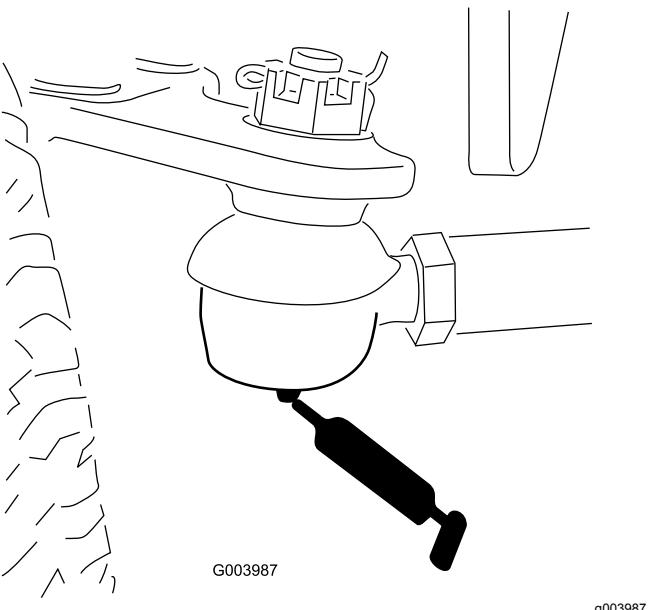

Bild 64
- Spurstange der Hinterachse (2)—Bild 64